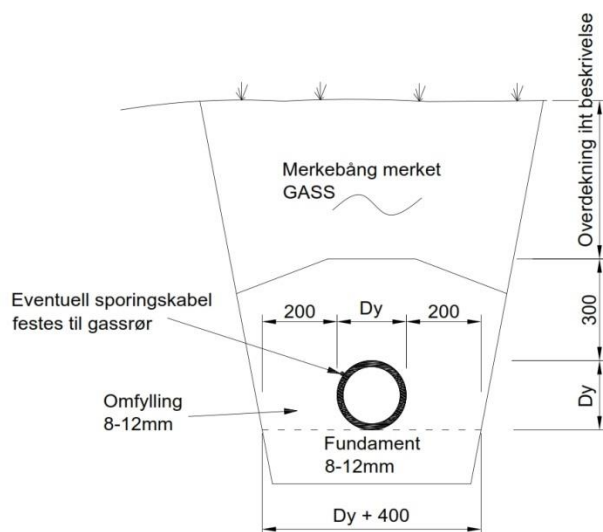

Fig.1 "Grøftesnitt"
- Grøft som vist i fig.1 "Grøftesnitt"